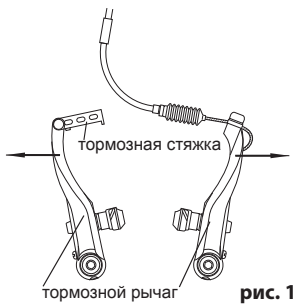
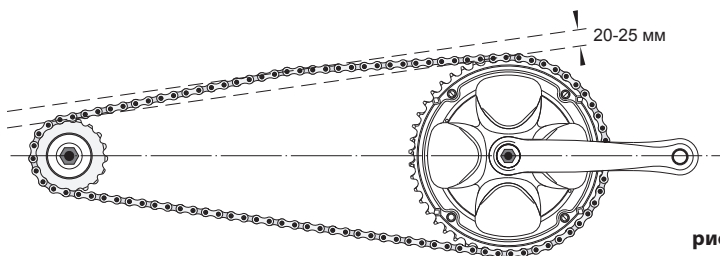

рис. 1
рис. 4
5. **при установке заднего колеса на велосипедах с одной передачей** необходимо обеспечить оптимальное натяжение цепи. Слишком слабое натяжение может привести к сбрасыванию цепи со звездочек, слишком сильное натяжение приводит к тяжелому рабочему ходу и чрезмерному износу цепи. Нормальное натяжение должно быть таким, чтобы ее нижняя ветвь имела небольшой провис, при оттягивании рукой верхней ветви. Отклонение в средней части 20-25 мм (рис. 4). Для снятия – установки колеса с тормозом типа «ви-брейк», расцепите или зацепите тормозную стяжку (рис. 1,5).